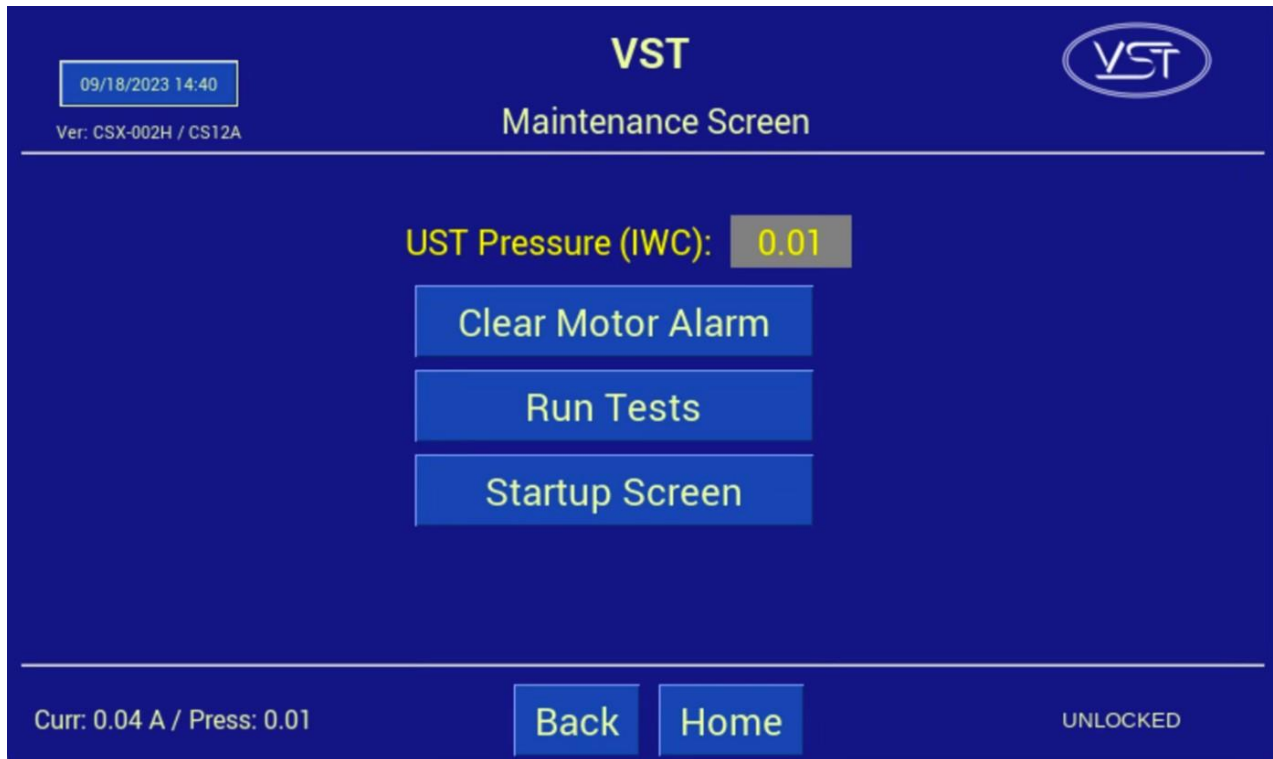

Figura 8-17: Pantalla de mantenimiento
1.	<p>Compruebe si se ha desconectado el disyuntor de la bomba de vacío (BKR1) en el panel de control. Vea la Figura 8-21.</p> <ul style="list-style-type: none"> a) Ingrese a la pantalla de Mantenimiento usando el código 878 para deshabilitar el GREEN MACHINE. b) Abra la puerta delantera del panel de control. c) Compruebe el disyuntor BRK1 para ver si se desconectó: <ul style="list-style-type: none"> ● Si la palanca del disyuntor está hacia arriba y la ventana está en ROJO, el disyuntor no se ha desconectado. ● Si la palanca del disyuntor está hacia abajo y la ventana está en VERDE, el disyuntor se ha desconectado. d) Si el disyuntor no se ha desconectado, vaya al Paso 2. e) Si el disyuntor de la bomba de vacío se ha desconectado, mueva la palanca hacia arriba para reiniciar el disyuntor. f) Presione el botón Clear Motor Alarm para que la alarma se reinicie. Vea la Figura 8-17. g) Presione HOME en el PLC para regresar a la pantalla principal y se borrará la alarma. h) La GREEN MACHINE ahora se encuentra en modo de operación normal y funcionará si la presión del UST es superior a 0.2IWC. i) NOTA: SI EL DISYUNTOR DE LA BOMBA DE VACÍO SE SIGUE DESCONECTANDO, AVANCE AL PASO 2.
Vea la Figura 8-17.